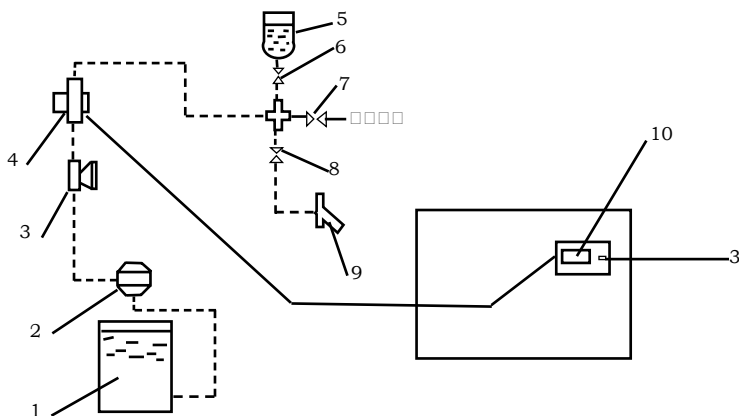

Рис.6.2.
- * при достижении семенами уровня среднего датчика бункера (см.рис.6.2) отключается двигатель М6 самохода — передвижение протравливателя прекращается;
На рис.6.2 приведена схема дозирования препарата на основе мембранного насоса — дозатора 2. Счетчик — расходомер препарата состоит из датчика расхода 4 и блока индикации 10. Кнопка 11 служит для переключения режимов работ счетчика. Форсунка 9 для подачи препарата в камеру обработки зерна.
- * Переключите краны в положение «ВЗЯТИЕ ПРОБ» (рис.6.2) Положение кранов при протравливании, взятии проб и сливе: